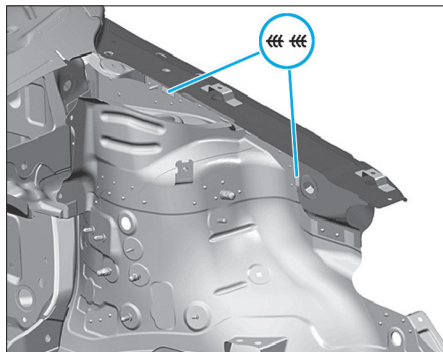
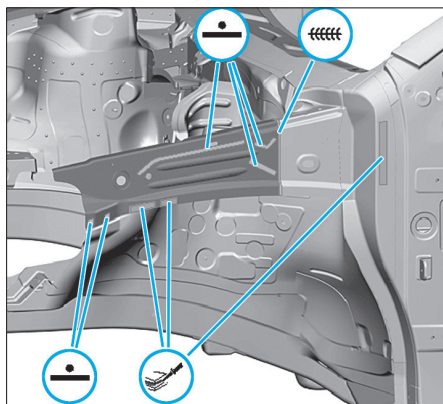
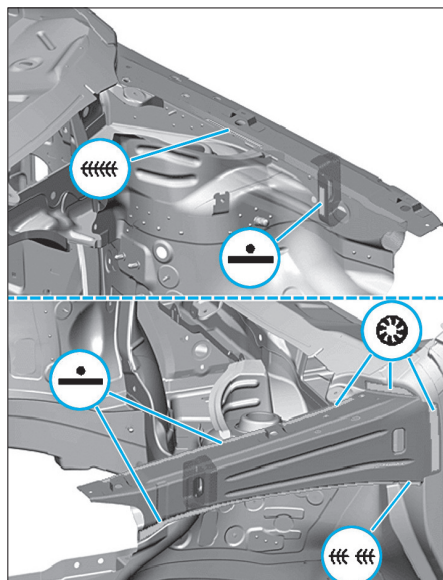

FIG. 11
FIG. 12
FIG. 13
- Coller et souder comme illustré (Fig.11), (Fig.12) et (Fig.13).